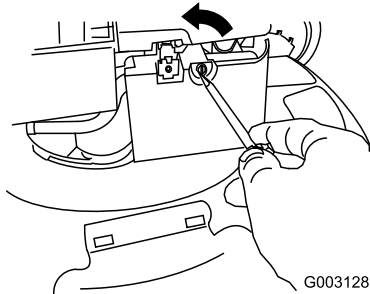

Figura 40
2. Utilice un destornillador para abrir la tapa del filtro de aire (Figura 40).